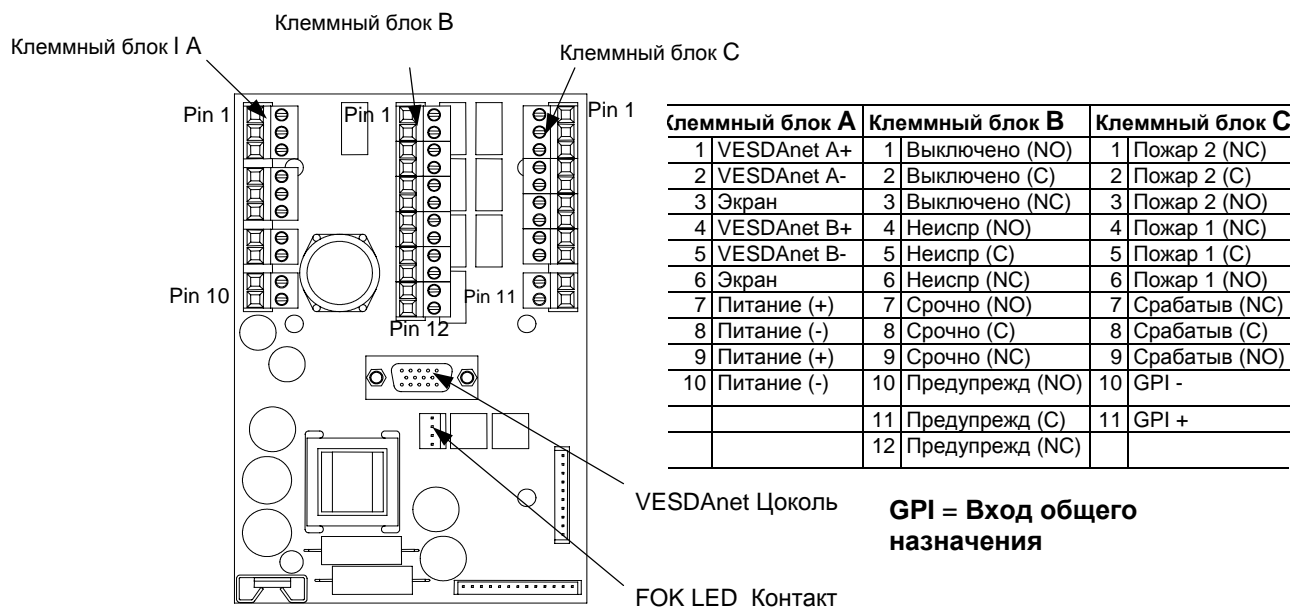

Рис.9 Клеммная плата с 7 реле.
- а) См. Рис.9 или 10 для определения местоположения на плате клемм подвода питания.
а) для определения расположения реле на клеммной плате См. Рис. 9 и 10..